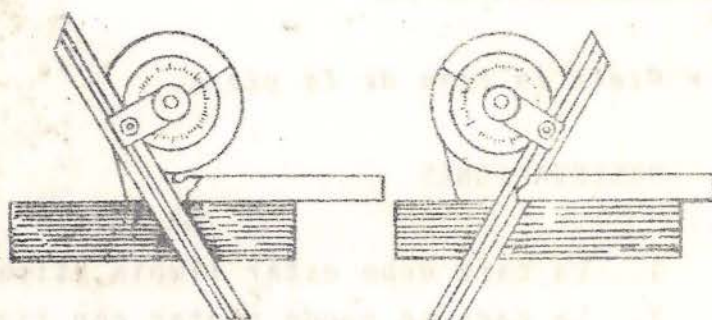

Fig. 4
2. Para trazar rectas oblicuas, se procede de la misma manera utilizando el goniómetro (fig. 4).